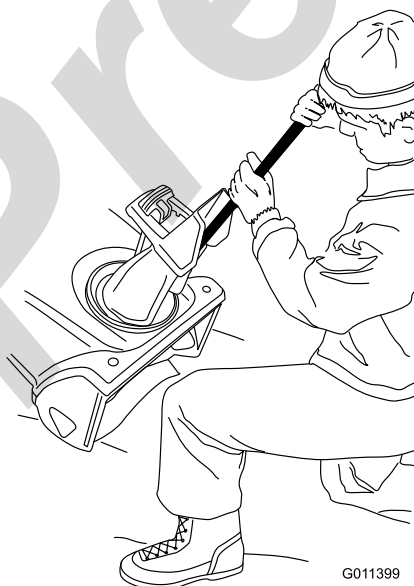

Figura24
- Utilizați întotdeauna un instrument de curățare, nu mâinile (Figura24).